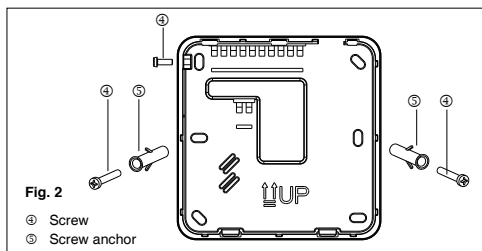
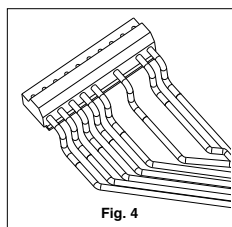

Fig. 2
Fig. 4
- Verwijder de borgschroef op de bovenste linkerzijde om de eenheid van de bedieningseenheid te scheiden (Fig. 2). Maak de eenheid op de muur vast en markeer de boorgaten.
- Maak de verbindingen naar de controleconnectors (Fig. 4).
- Bevestig de regelaar op de muur met de pluggen ③.
- Doe de afdekking weer op de regelaar en maak vast met de eerder verwijderde schroef (Fig. 2).